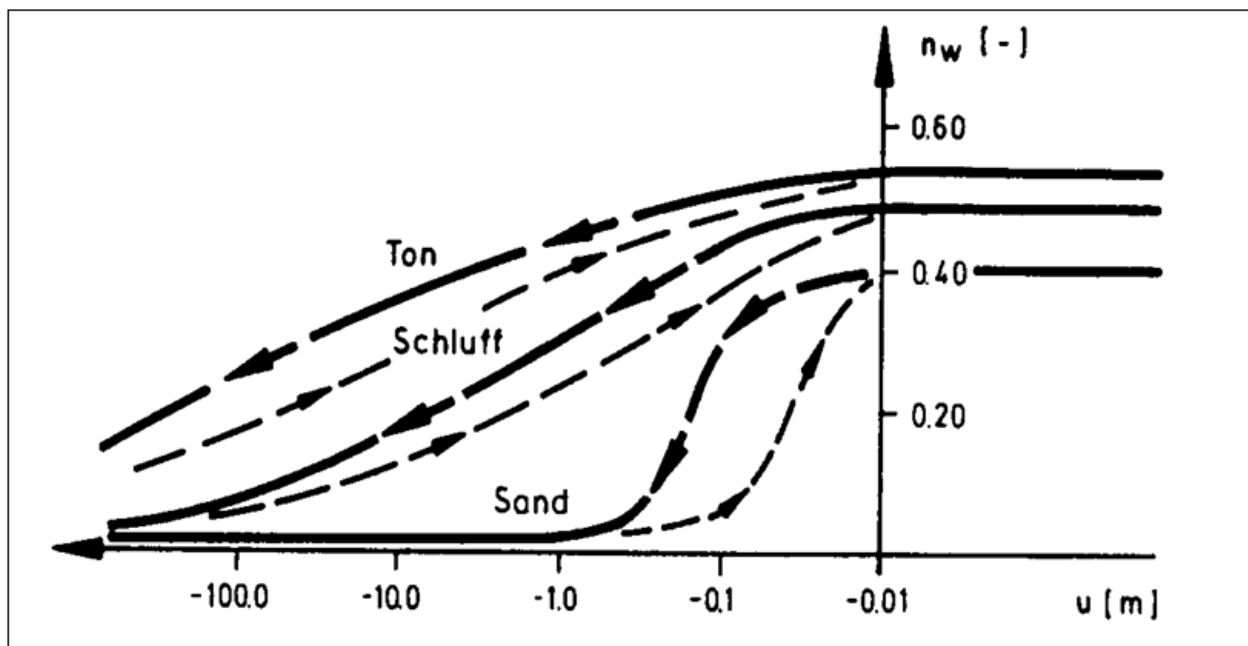

Abbildung 1 Funktionsverlauf $n_w = f(u)$
- Über den Menüeintrag "**Zeit-Rand / Bodenkennwerte**" können Sie Ihre Bodenkennwerte, die Sie in **GGU-3D-SSFLOW** definiert haben, abfragen. Zusätzlich wird die Liste durch die Angabe des spezifischen Speicherkoeffizienten erweitert. Je nach Bodenart können Sie durch Anklicken des Feldes "**nw = f(u)**" Ihre spezifische Bodenkennlinie (vgl. Abbildung 1 weiter unten) über Aufpunkte definieren. Über den Knopf "**k = f(t) [0]**" können Sie die Durchlässigkeit des Bodens in Abhängigkeit von der Zeit verändern.